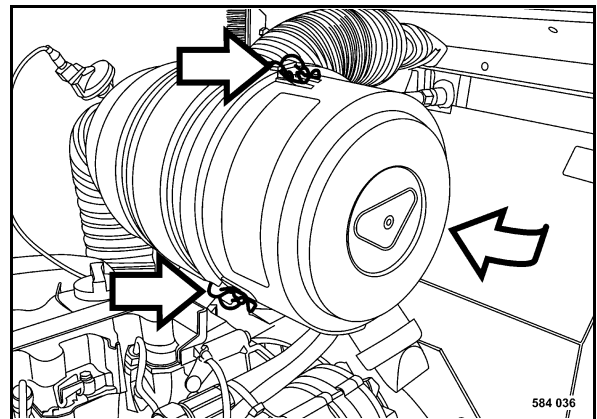

Fig. 214
- Abrir tres estribos tensores y retirar la cubierta del filtro (Fig. 214).